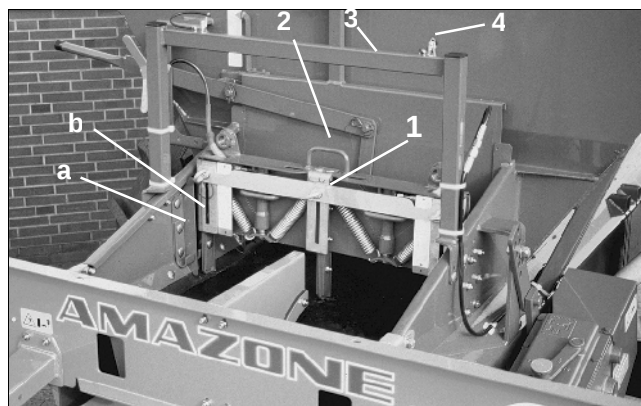
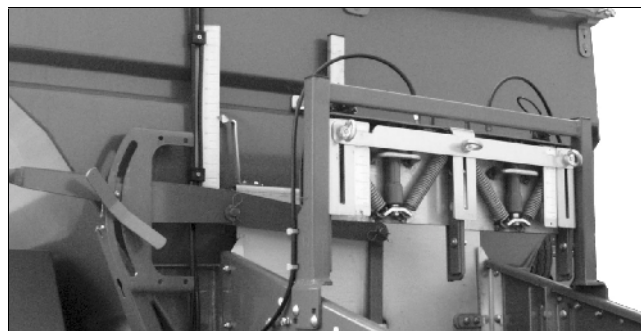

Рис. 29
Рис. 30
- Двойная шиберная заслонка (Рис. 29/1):
Положение а (сзади) (Рис. 29/а):
Положение б (спереди) (Рис. 29/б):
- Заслонку (Рис. 29/1) поднимите за рукоятку (Рис. 29/2) и повесьте на несущей раме (Рис. 29/3) в нерабочем положении (Рис. 30).
- Зафиксируйте при помощи фиксирующего пальца с пружинной защелкой (Рис. 29/4).